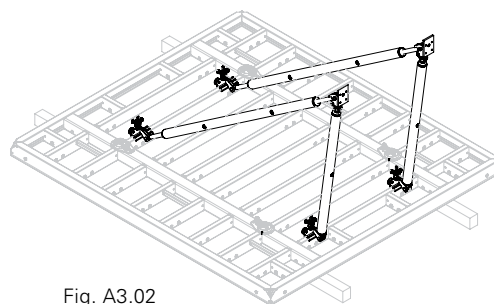

Fig. A3.02
2. Montare i puntelli di stabilizzazione. (Fig. A3.02)